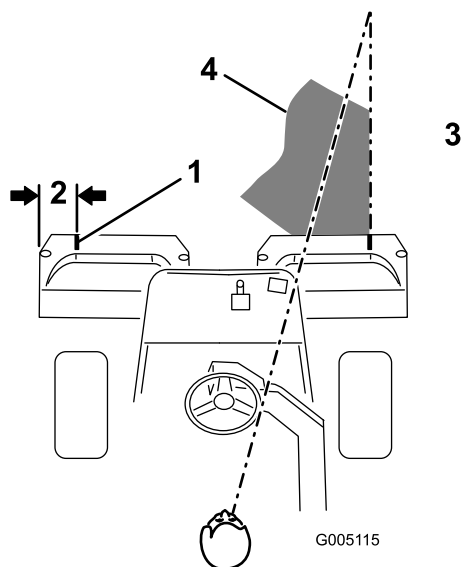
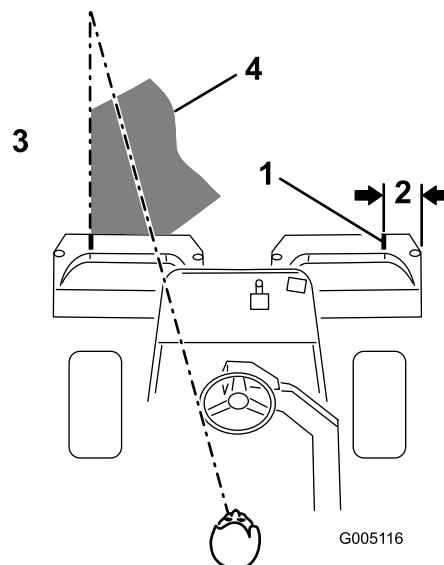

Figure 39
Figure 40
2. Placez une bande de papier blanc ou un trait de peinture sur chaque bac parallèlement à son bord extérieur (Figure 39).
3. Minimisez le chevauchement de la passe précédente lors de la passe de retour. Pour vous aider à conserver une ligne droite en travers du green et à maintenir la machine à égale distance du bord de la passe précédente, établissez une ligne de vision imaginaire à environ 1,8 à 3 m en avant de la machine jusqu'au bord de la partie non coupée du green (Figure 39 et Figure 40). Certaines personnes trouvent utile de faire passer la ligne de vision par le bord extérieur du volant, c.-à-d. de maintenir le bord du volant aligné avec un point se trouvant toujours à la même distance par rapport à l'avant de la machine (Figure 39 et Figure 40).